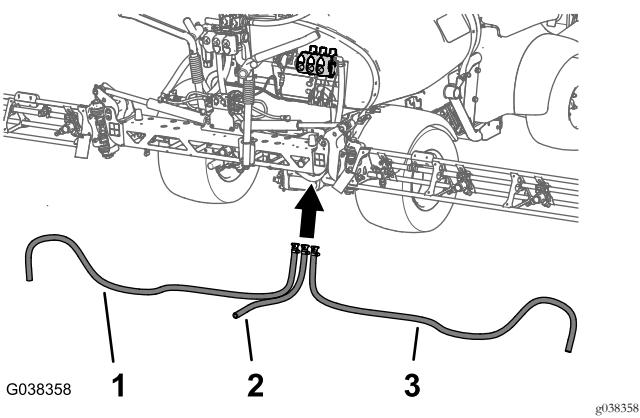

图79
1. 如图79 所示将左、中和右喷洒臂供水软管铺设到喷洒臂段阀上。